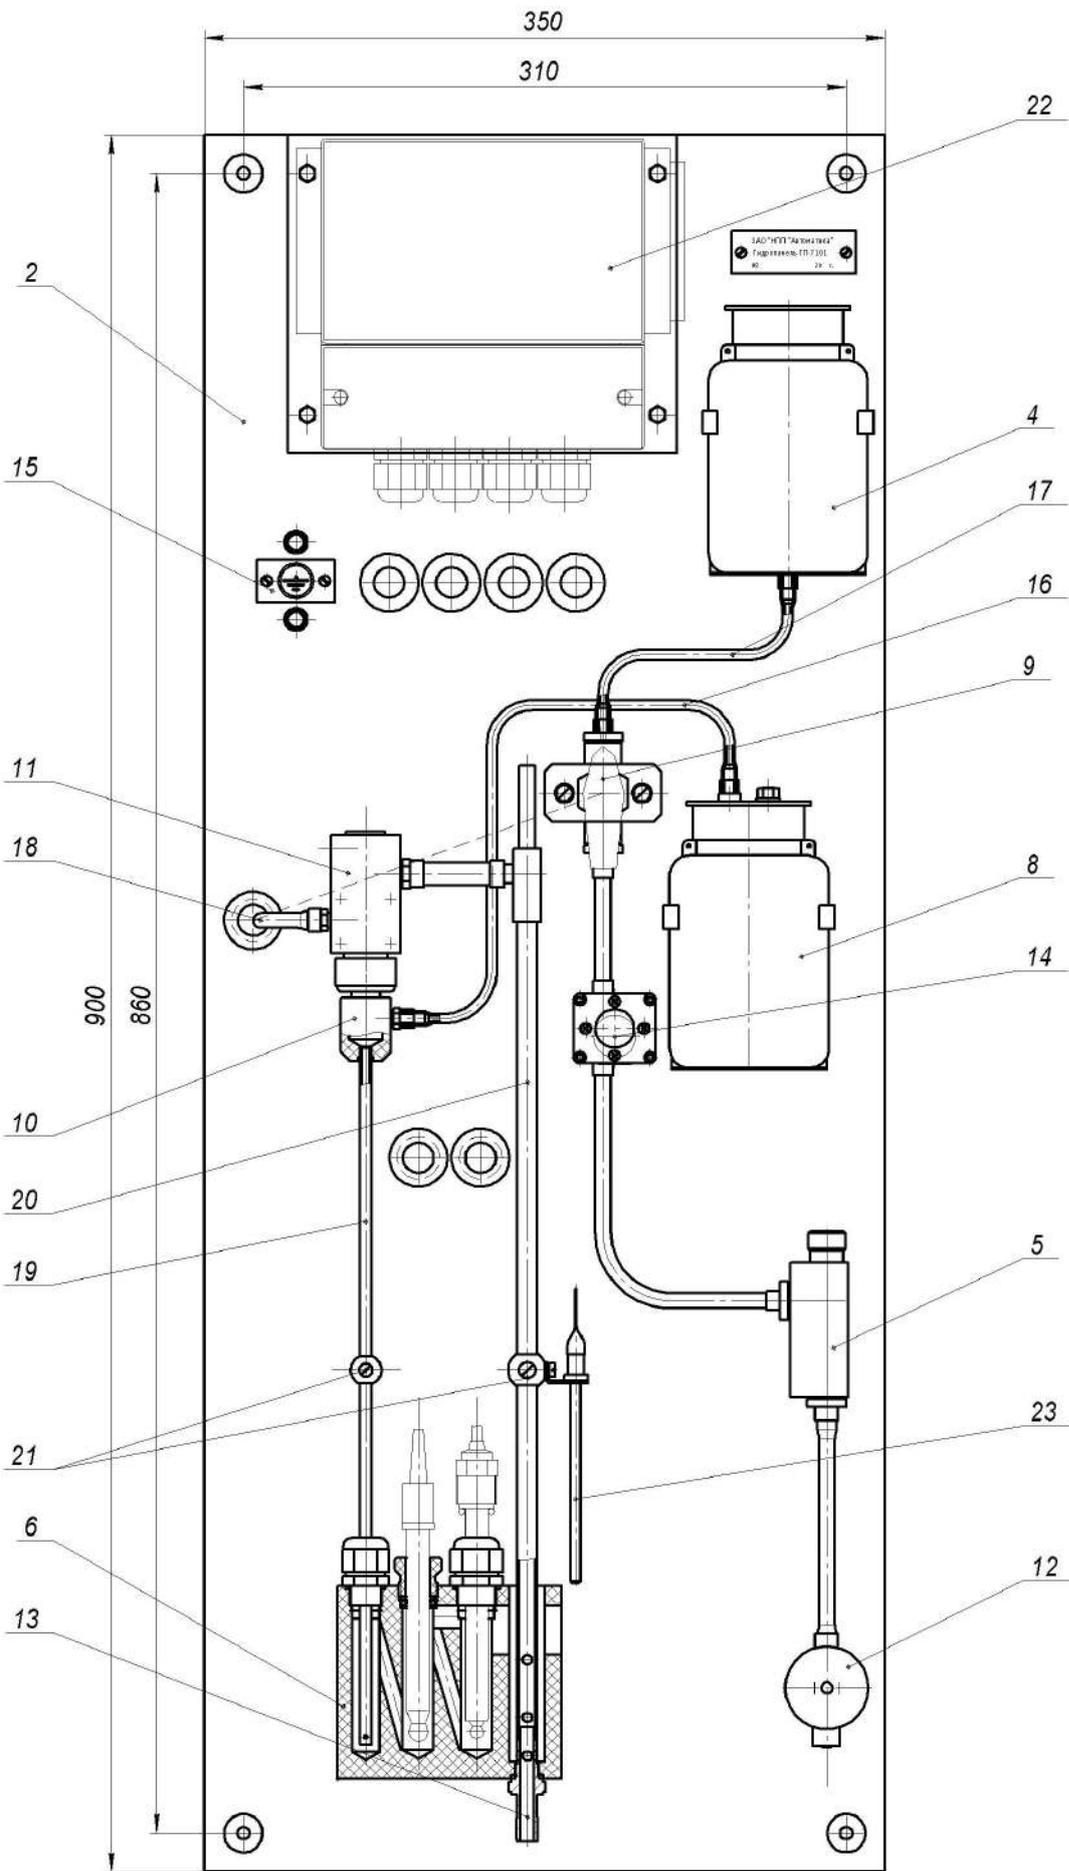

Рисунок 1 - Устройство гидропанели ГП-7101
5.1.1 Рисунок 1 иллюстрирует вид и устройство ГП.